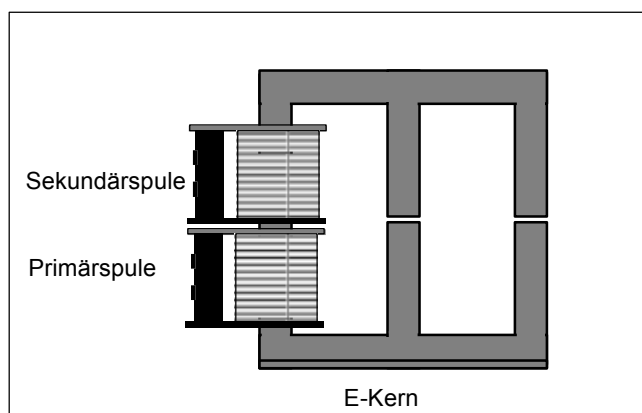

Abb. 3
7. Wenn Sie den E-Kern (Best.-Nr. 114.2036) besitzen. Setzen Sie bitte Primär und Sekundärspule wie in Abb. 3 dargestellt ein.